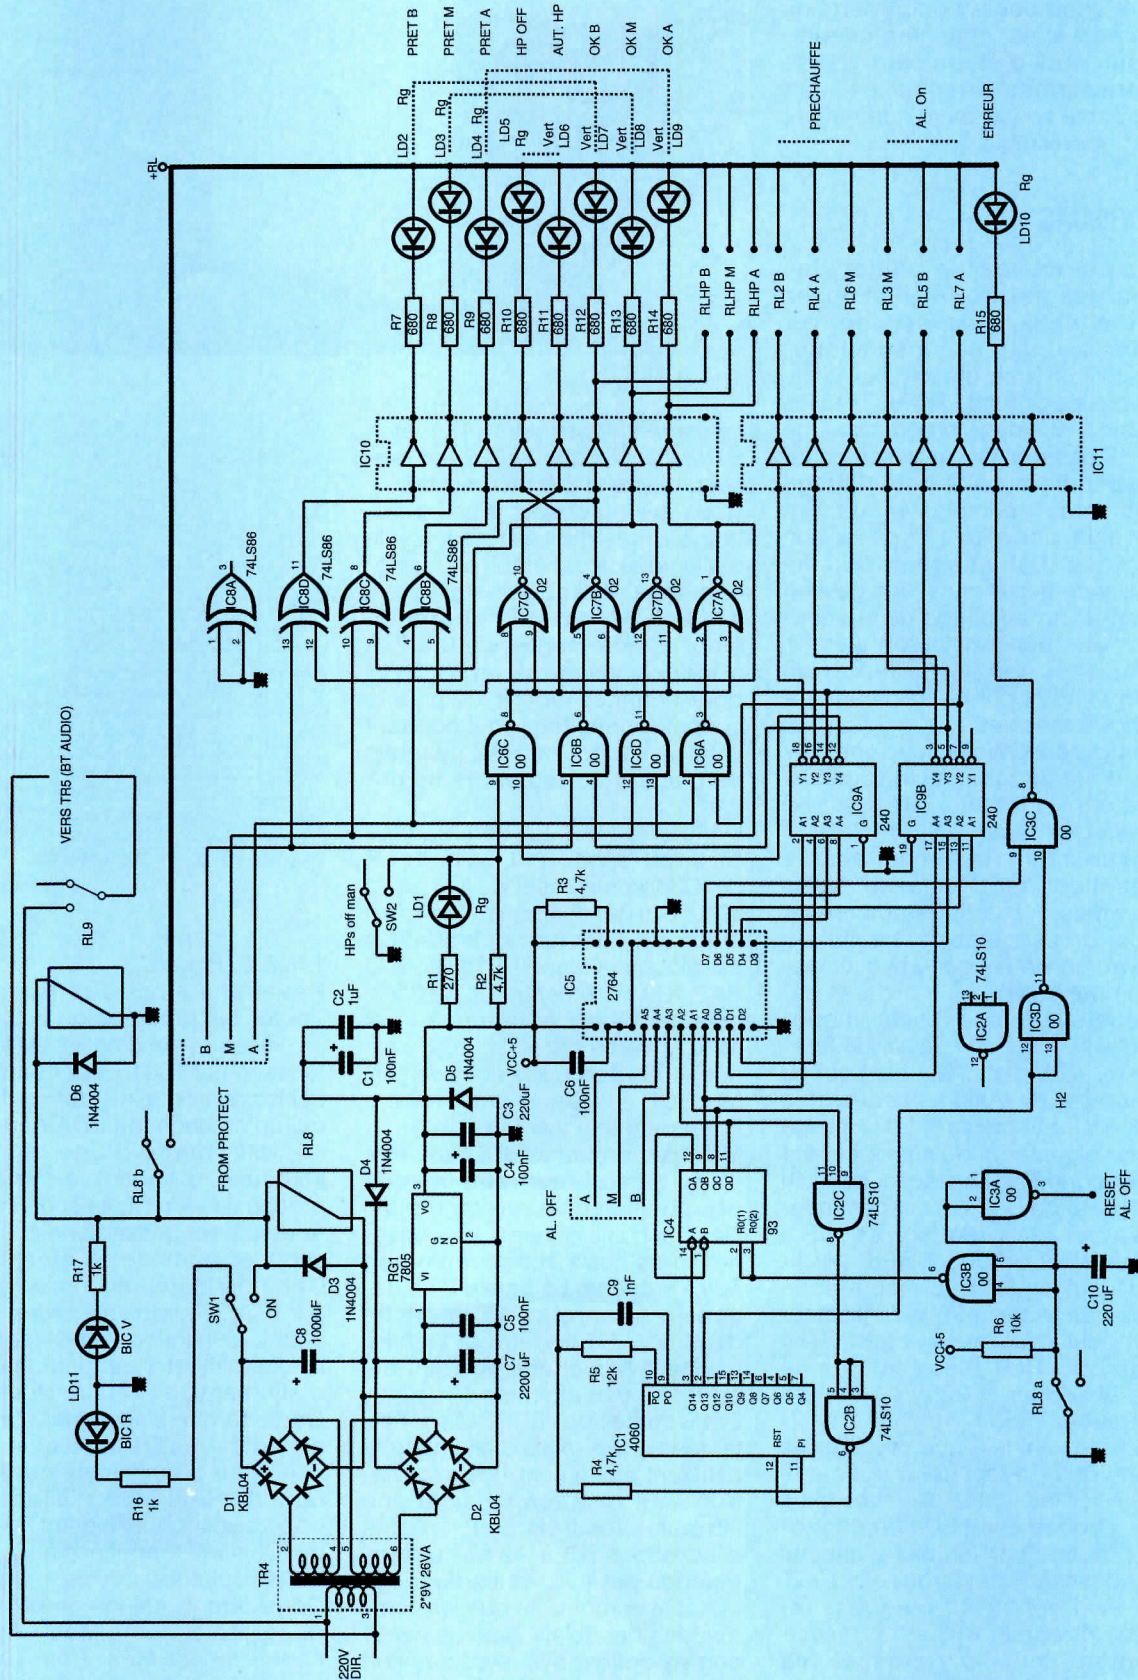

Figure 2
La **figure 2** dévoile donc une partie de la circuiterie. Un transformateur – identifié TR4 – est en veille permanente sur le 220 V : aucun inter n'est prévu pour le désolidariser du réseau. Nous sommes partis du principe que, pour un usage professionnel ou privé, un «inter» général était installé par défaut.
Revenons alors à la figure 2. Toutes les données de IC5 sont inversées et six d'entre elles bufferisées par IC11 pour commander les relais d'alimentation. IC3c, qui commande la LED Erreur (LD 10) est chargé d'une mission luxueuse : pendant le cycle, sa broche 9 étant à 1, il est en mesure de laisser passer (en les inversant) les états de sa broche 10. Cette dernière, raccordée à IC1 par IC3c, va transmettre les états d'âme de l'horloge à LD10, donc la faire clignoter pendant le cycle d'allumage, et l'éteindre en fin. On verra que si le signal d'erreur est actif (0), LD10 s'allumera en fixe et ne pourra s'éteindre que par une RAZ. Mais n'allons pas trop vite car pour l'instant A3 à A5 de IC5 sont supposées à 0.